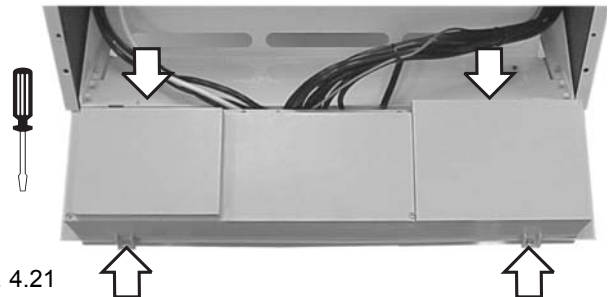

Fig. 4.21
- Insérez le connecteur dans la régulation. Fig. 4.21